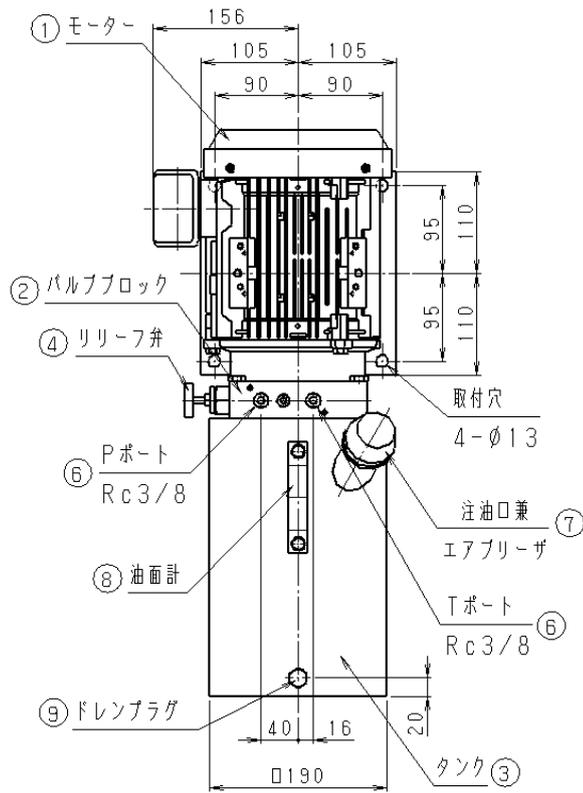
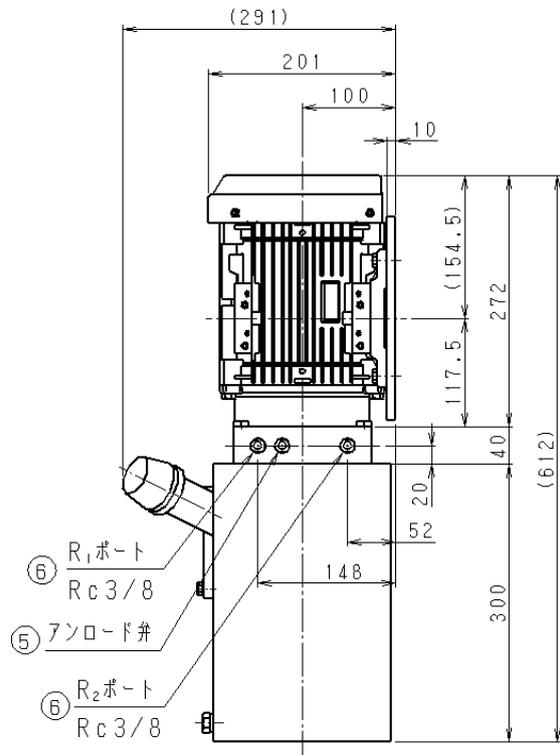
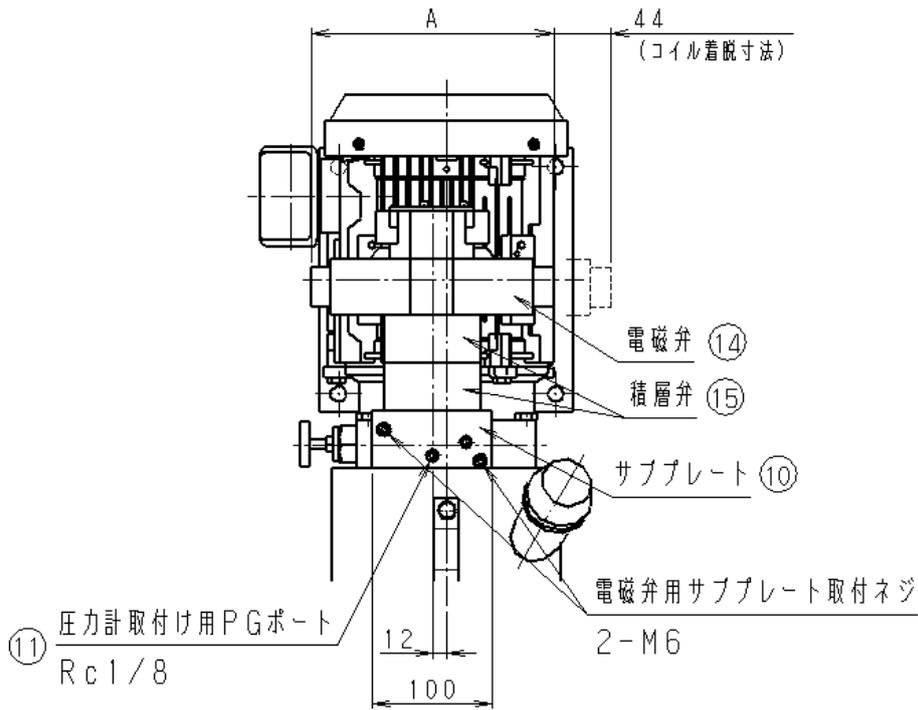

図2 正面図
図4 右側面図
図5 正面図
5-1 標準品 (図2, 3, 4参照)
5-2 オプション品 (図5、6、7参照)
- (5) 本機にはR c 3/8のP、T、R₁、R₂ポート（図2、4参照）、オプション品（電磁弁付き）の場合、A、B、R₁、R₂ポート（図4、6、7参照）があります。ここへ接続する配管材料はR c 3/8を使用して下さい。他の部品の配管材料もR c 3/8、又は、それ以上のものを使用して下さい。
- (6) 使用する配管材は、十分にフラッシングしたものを使用して下さい。
- (7) 配管材を接続する時は、漏れ防止のためシールテープ等を使用し、ねじ込みトルクは30 N・m程度にして下さい。
- (1) タンク内に作動油は入っていません。使用の前に注油口兼エアブリーザー（図2参照）のキャップを外して注油して下さい。
- (2) 作動油は清浄な石油系作動油で粘度グレードが ISO VG 32～68のものを使用して下さい。
- (1) 回路内の圧力確認の為に、圧力計を取り付ける事をお勧めします。
- (2) 本機オプション品（電磁弁付き）には、Pポートの圧力を確認する為のR c 1 / 8の圧力計取付けポートがあります。（図5参照）
- (3) 圧力計取付けポートにチェック弁付きカップラを取付け、必要時のみ圧力測定を行う様にすれば、圧力計の数量が少数で、しかも圧力計の耐用年数も延ばす事ができます。
本機にはリリーフ弁が内蔵されています。(図2参照)
- (1) モーター及びポンプ寿命、油温上昇の観点から、定格圧力内で使用して下さい。
- (2) 電源には必ずブレーカーを組込んで下さい。モーターの焼損の恐れがあります。
- (3) 電源コードを引張ったり、上に重いものを絶対に乗せないで下さい。火災や感電の原因になります。
- (4) 静電防止及び感電防止の為に、端子箱または、モーターベースにあるアース端子にアース線を接続して下さい。
- (5) アンロード弁設定圧力範囲内では、ポンプの騒音、振動、脈動が非常に大きくなり、電流・電力も高くなりますので、無負荷運転時は、できる限り低い圧力で使用する事をお勧めします。
- (6) バルブブロック(図2)及び、電磁弁用サブプレート(図5)には数ヶ所、六角穴付きプラグ(詰栓)がありますが、R1、R2ポート、圧力計取付けポート以外は、運転中又は、停止時においても絶対に緩めないで下さい。本機の機能を損なう事があります。
- (7) 使用条件により、かなり油温が上昇する事があります。特にリリーフ弁の長時間作動や流量制御は発熱の原因となります。できるだけ60℃以下の油温でご使用下さい。この油温を越える時は、運転条件を楽にするか補助タンクやクーラーを別に取り付ける様にして下さい。このパッケージはオプションで空冷オイルクーラーを取り付ける事ができます。